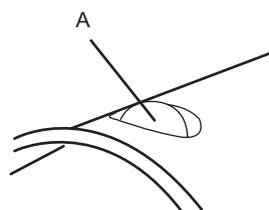

Fig. 2b
- 3). Relâchez la goupille; elle doit venir s'insérer dans le trou du tube supérieur (fig. 2b).